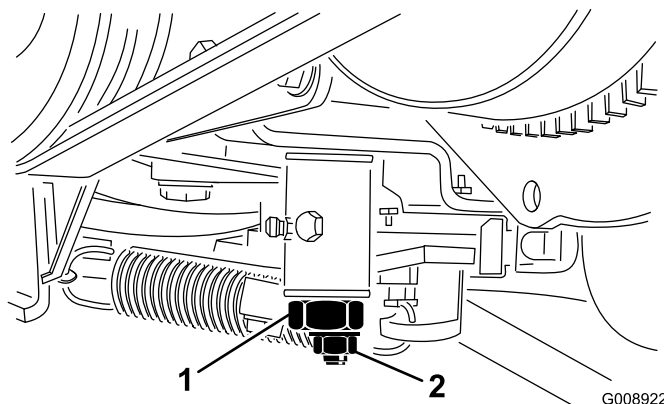

Figura 68
3. Desaperte a porca de bloqueio no excêntrico de tração (Figura 68).